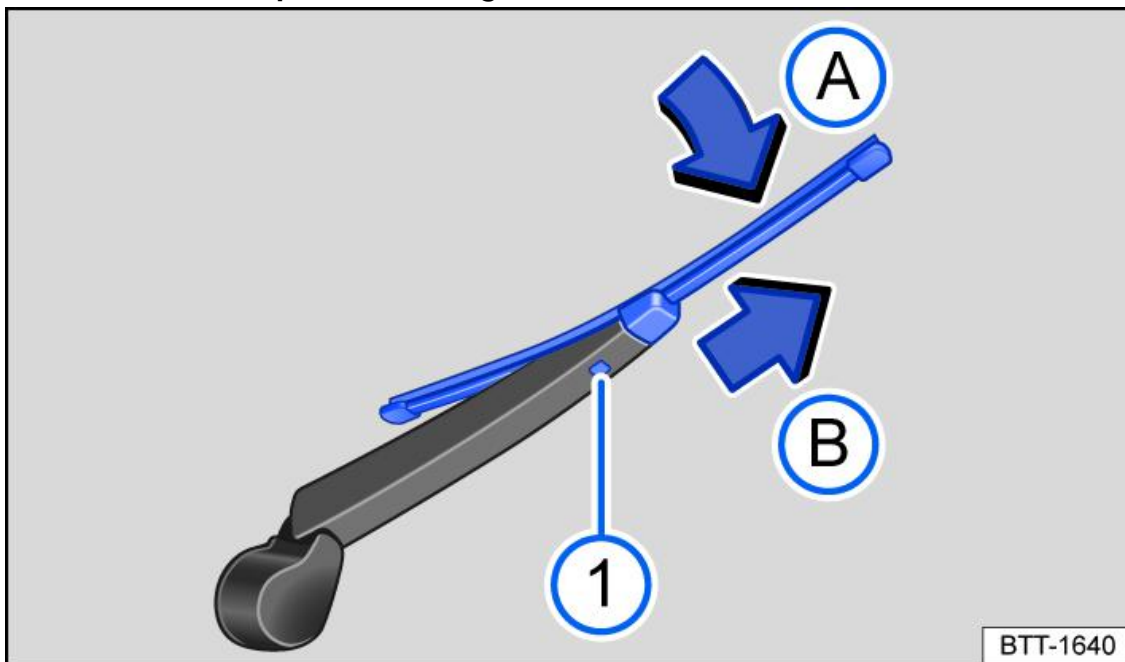

Fig. 2 Sostituzione della spazzola del tergilunotto
3. Tenere premuto il tasto di sbloccaggio → *fig. 2* (1).
4. Inclinare la spazzola nella direzione del braccio → *fig. 2* (A) e contemporaneamente sfilarla nella direzione della freccia (B). Per questa operazione può essere necessario esercitare una certa forza.
5. Inserire nel braccio una nuova spazzola di **lunghezza e tipo identici**, spingendola nella direzione opposta a quella indicata dalla freccia → *fig. 2* (B) fino allo scatto. Per tale operazione la spazzola deve trovarsi in posizione aperta → *fig. 2* (A).